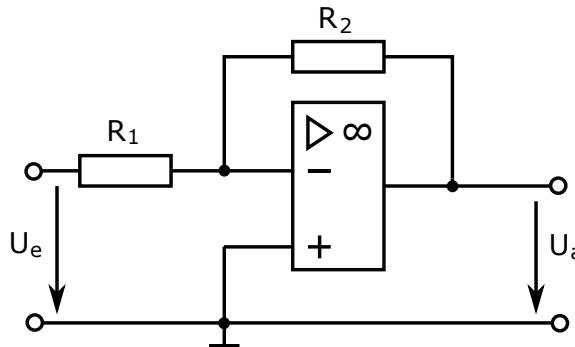

Abbildung 1: Aufbau des invertierenden-gegengekoppelten-Linearverstärkers
4. Verdeutlichen Sie sich, wie man eine Schaltung aufbaut, indem Sie im Anhang eine Schaltung nach Abbildung 1 exemplarisch in die vorgefertigte Zeichnung 9 skizzieren.
Bauen Sie den in Abb. 1 gezeigten invertierenden Linearverstärker mit $R_1 = 1\text{ k}\Omega$ und $R_2 = 100\text{ k}\Omega$ auf. Messen Sie bei einer Eingangsspannung $U_e = 50\text{ mV}$ ($U_e^{PP} = 100\text{ mV}$) über mehrere Dekaden den Frequenzgang eines gegengekoppelten Verstärkers. Machen Sie den Abfall der Verstärkung mit steigender Frequenz bei sinusförmigen Eingangssignalen dadurch kenntlich. Messen Sie parallel hierzu die Phase zwischen der Eingangs- und Ausgangsspannung in Abhängigkeit des Widerstandsverhältnisses und der Frequenz.